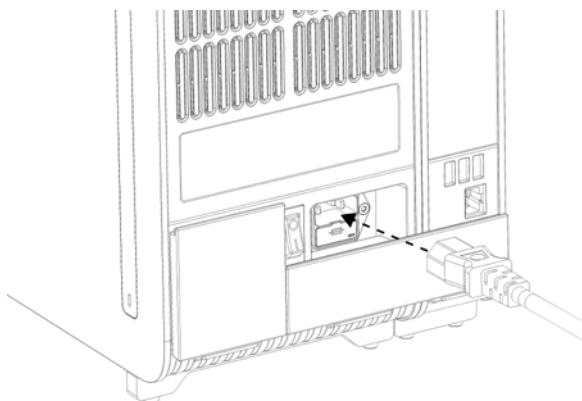

Figura 20. Conectando o cabo de alimentação.
8. Conecte o cabo de alimentação fornecido com o QIAstat-Dx Analyzer 1.0 na parte traseira do Módulo analítico original (Figura 20).